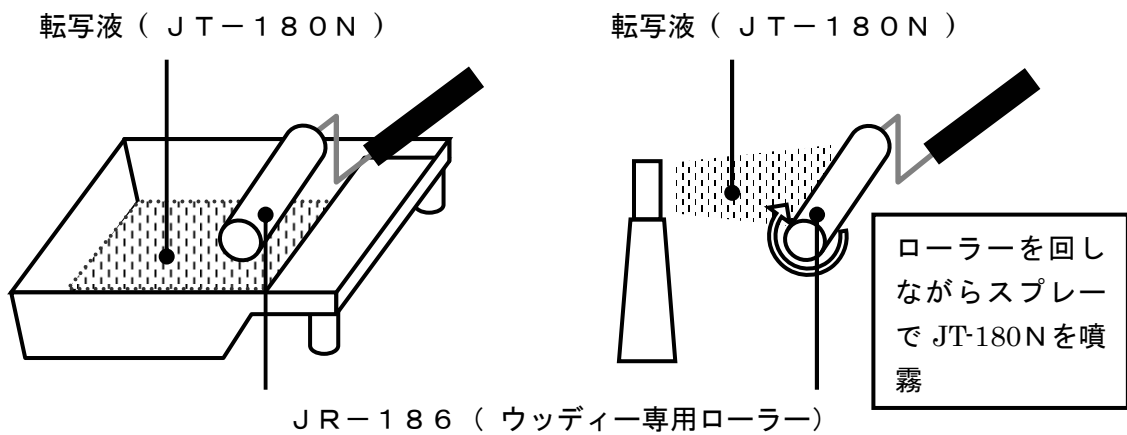

図 2
- ・専用ローラーJR-186に転写液JT-180Nを塗布してください(図2)。